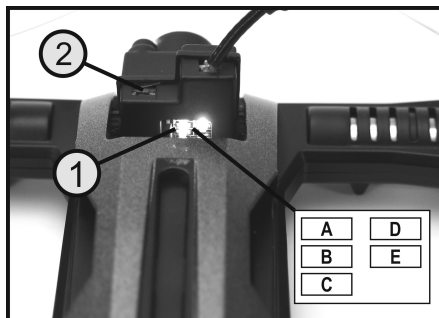

Figure 26
Les canaux et les bandes de fréquences sont commutés à l'aide d'un bouton-poussoir situé au-dessus du module caméra (voir Figure 26, pos. 2).